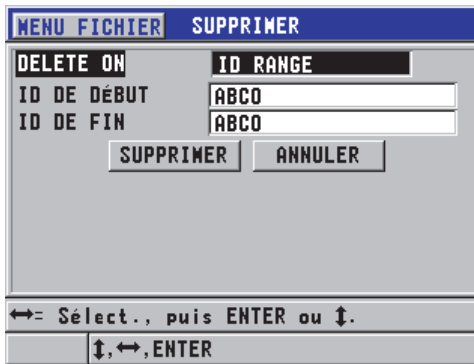

Figure 6-32 Suppression de plusieurs identificateurs dans le fichier actif
2. Dans l'écran **SUPPRIMER** (voir la Figure 6-32 à la page 131), réglez le paramètre **DELETE ON** à **ID RANGE**.